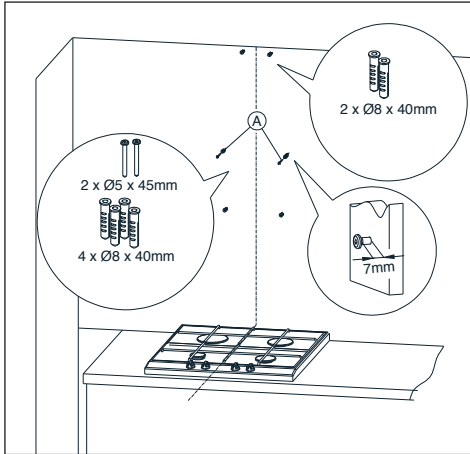

Abb. 5 Verschraubung
2. Setzen Sie die Dübel in die Bohrungen ein. Schrauben Sie in die zwei mit A markierten Bohrungen auch die Schrauben ein (7 mm Schraubenlänge müssen aus der Wand herausstehen, Abb. 5).